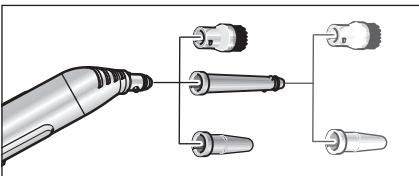

Рис. 6: насадки для сопла точкового струменя
- Для підвищення ефективності процесу очищення при роботі з соплом точкового струменя (D1) його можна використовувати з подовжувачем (D2), круглою щіткою (D3) або силовим соплом (D4) (див. рис. 6). Для цього зафіксуйте обидві в'язки насадки на виступах сопла точкового струменя. Поверніть насадку за годинниковою стрілкою до упору.